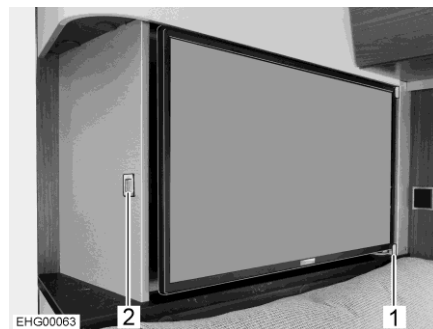

Fig. 90 Écran plat
L'écran plat est bloqué de côté par un rail de guidage (Fig. 90,1).
- Presser la touche de déverrouillage (Fig. 90,2).
- Tirer l'écran plat hors du rail de guidage (Fig. 90,1) dans la position souhaitée.
- Repousser l'écran plat jusqu'à ce qu'il s'enclenche latéralement dans le rail de guidage (Fig. 90,1).